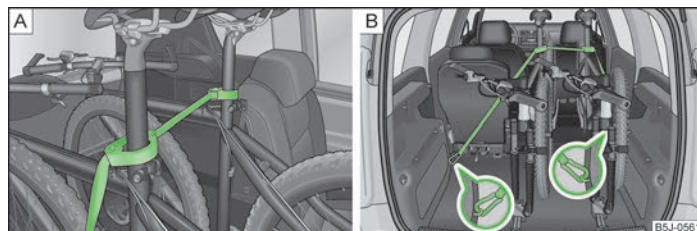

Fig. 56 Asigurarea bicicletelor
- Așezați colierul cu partea din cauciuc spre înainte (în sensul de deplasare) cât mai jos posibil pe tija șei, și strângeți colierul » fig. 56 - [A].
- La transportarea a două biciclete, tensionați cureaua » fig. 56 - [A] între cele două șei, prin deplasarea prin împingere a unei biciclete față de cealaltă.
- Prindeți carabinele de la capetele curelei în inelele de ancorare ale scaunelor spate » fig. 56 - [B].